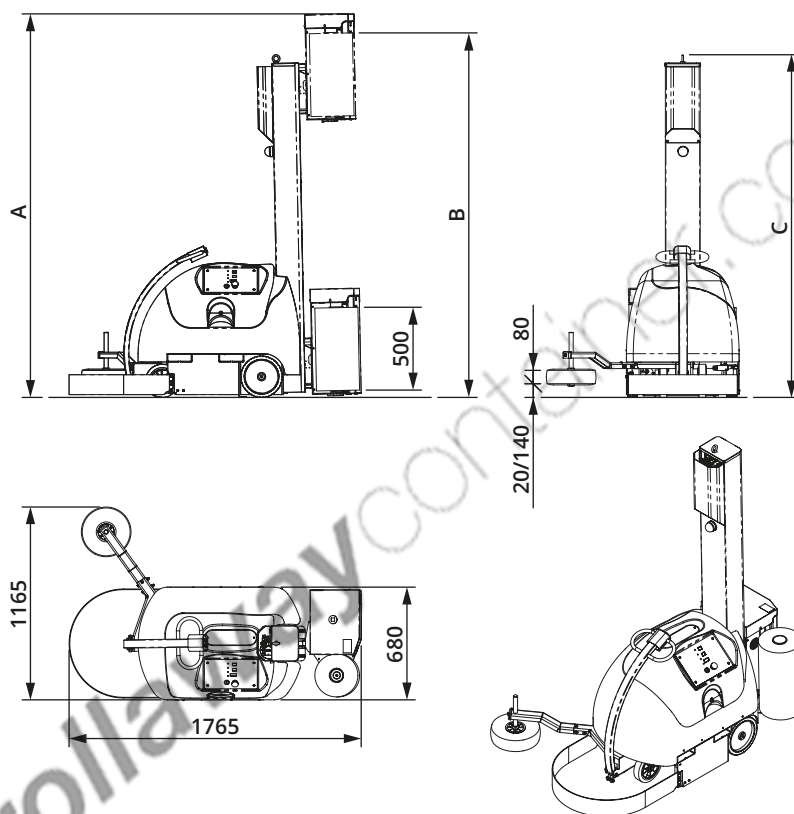

Figura 25
• Dimensioni di ingombro	Vedi Figura 25 - pag. 38